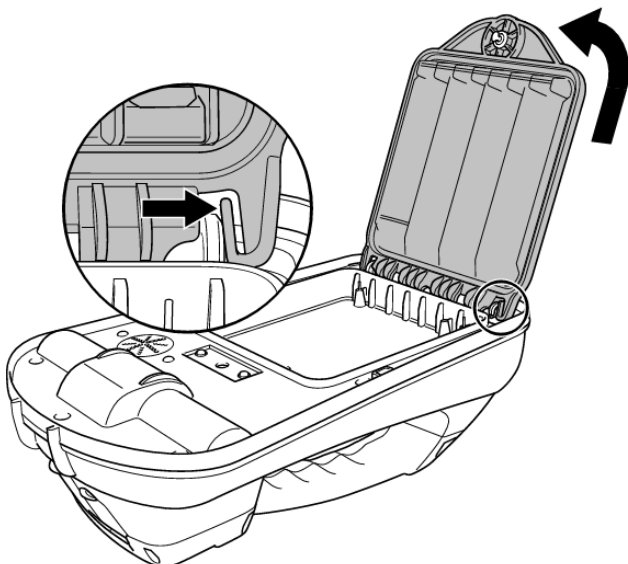

Abbildung 4.10: Sicherungslasche nach außen drücken und Batteriefach entnehmen
- 3 Lösen Sie die Sicherungslasche (Abb. 4.10) durch leichtes Drücken nach außen und heben Sie dann das Batteriefach heraus